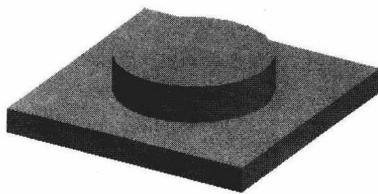

图 1-1-2 圆台造型、加工结果
圆台的造型、加工结果如图 1-1-2 所示。
② 单击曲线生成栏上的“整圆”图标,移动光标到坐标原点,单击确定圆心,输入“30”并回车,得到一个以坐标原点为圆心、半径为 30 的圆。右击退出“整圆”命令,按 F2 键退出草图状态。
③ 单击特征生成栏上的“拉伸增料”图标,“拉伸对象”选择“草图 1”,在“深度”文本框中输入“15”,单击【确定】按钮之后生成圆凸台实体,如图 1-1-2 所示。